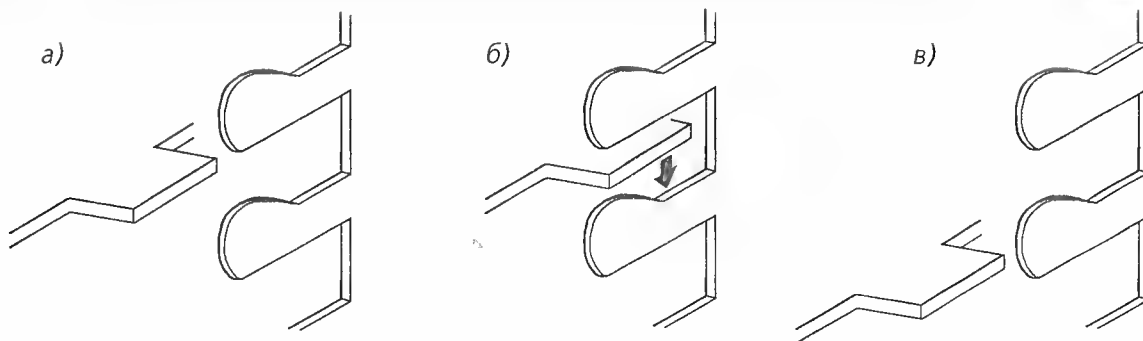

Рис. 3.12. Контроль правильности установки стопора при загрузке компакт-диска
8. Включить клавишей «4» режим выбора четвертого диска и убедиться, что механизм работает правильно, как показано на рис. 3.12б. Если это так, нажать клавишу «EJECT» и выключить напряжение питания.
10. Если после регулировки (п. 6) механизм загрузки/выгрузки работает неправильно, то есть стопор не устанавливается в конечное положение, как показано на рис. 3.12а и 3.12в, следует отрегулировать величину напряжения в контрольной точке EREF резистором VR802 в пределах 20 мВ в ту или иную сторону. Измерение напряжения в этой контрольной точке производится относительно общего провода.